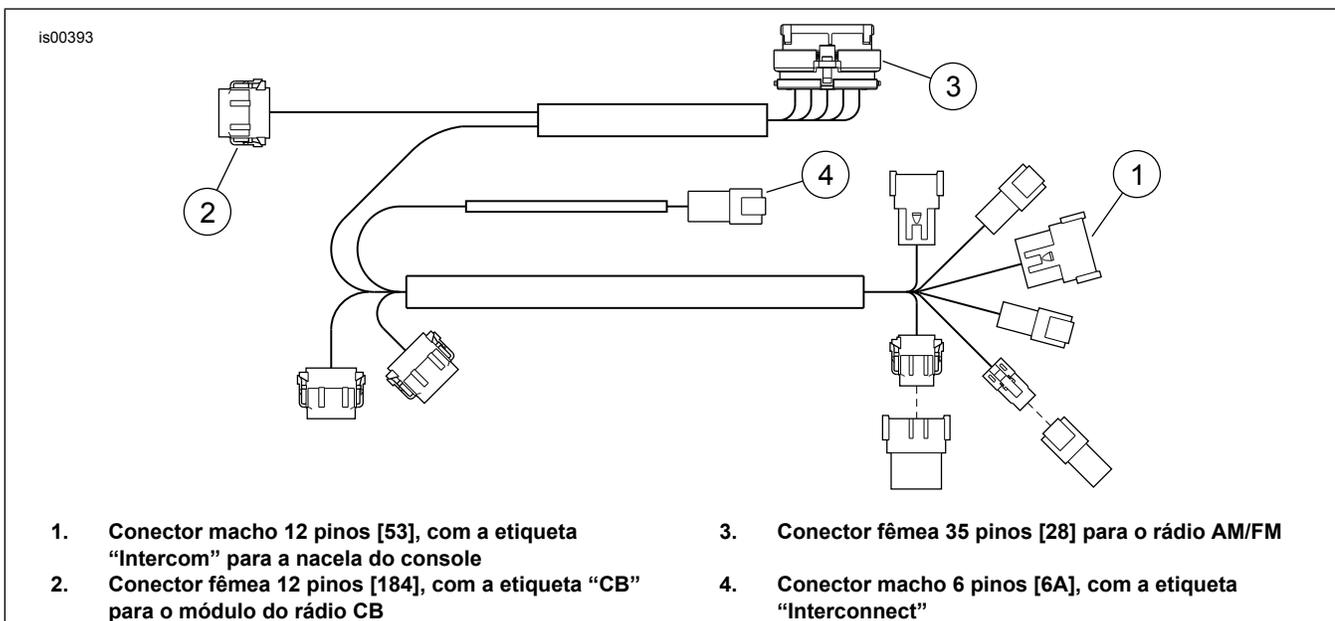

Figura 2. Chicote de fios sem revestimento Ultra
10. Pegue o chicote de fios revestido (adquirido separadamente), a menos que já esteja instalado. Veja a Figura 2.
- a. Coloque o conector macho 12 pinos do chicote de fios revestido (1) com a etiqueta "Intercom" [53] no conector fêmea que vem da nacela do console.
- b. Coloque o conector fêmea 12 pinos do chicote de fios revestido (2) com a etiqueta "CB" [184] no conector macho que vem da parte traseira do módulo do rádio CB.
- c. Coloque o conector fêmea 35 pinos do rádio [28] (3) no rádio.
- d. Localize o conector de áudio do chicote de fios da interconexão [6B] perto da parte traseira do rádio. Coloque o conector macho 6 pinos [6A] (4) no chicote de fios revestido no conector fêmea [6B].